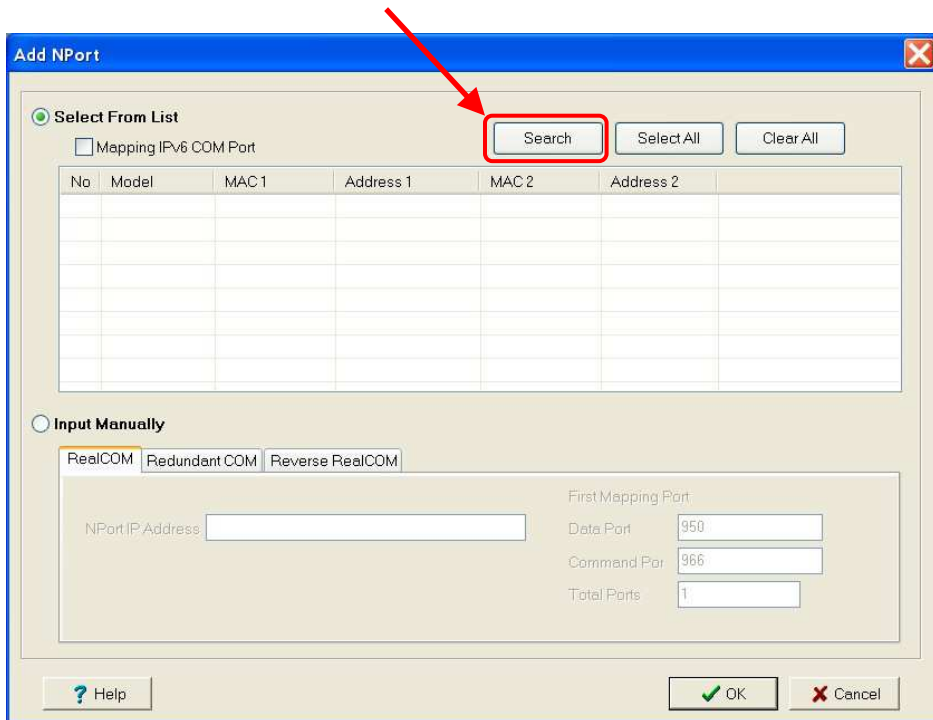

Рис. 16.2. Окно добавления устройств.
16.7. В появившемся окне нажмите на кнопку «**Search**» (см. Рис. 16.2, стр. 30).